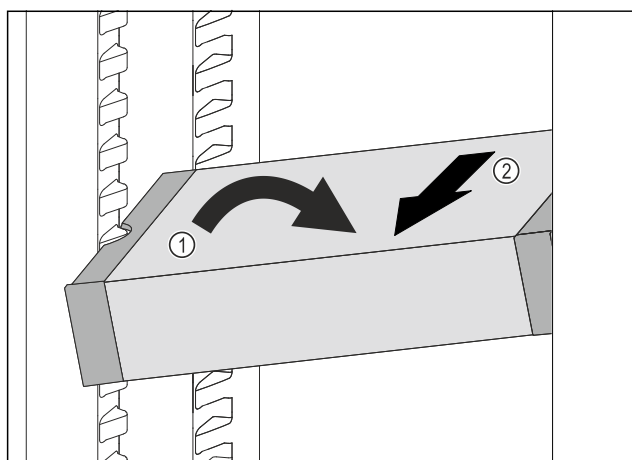

Fig. 66
- ▶ VarioSafe ustawić w chłodziarce pod skosem. Fig. 66 (1)
- ▶ VarioSafe wyjąć do przodu. Fig. 66 (2)